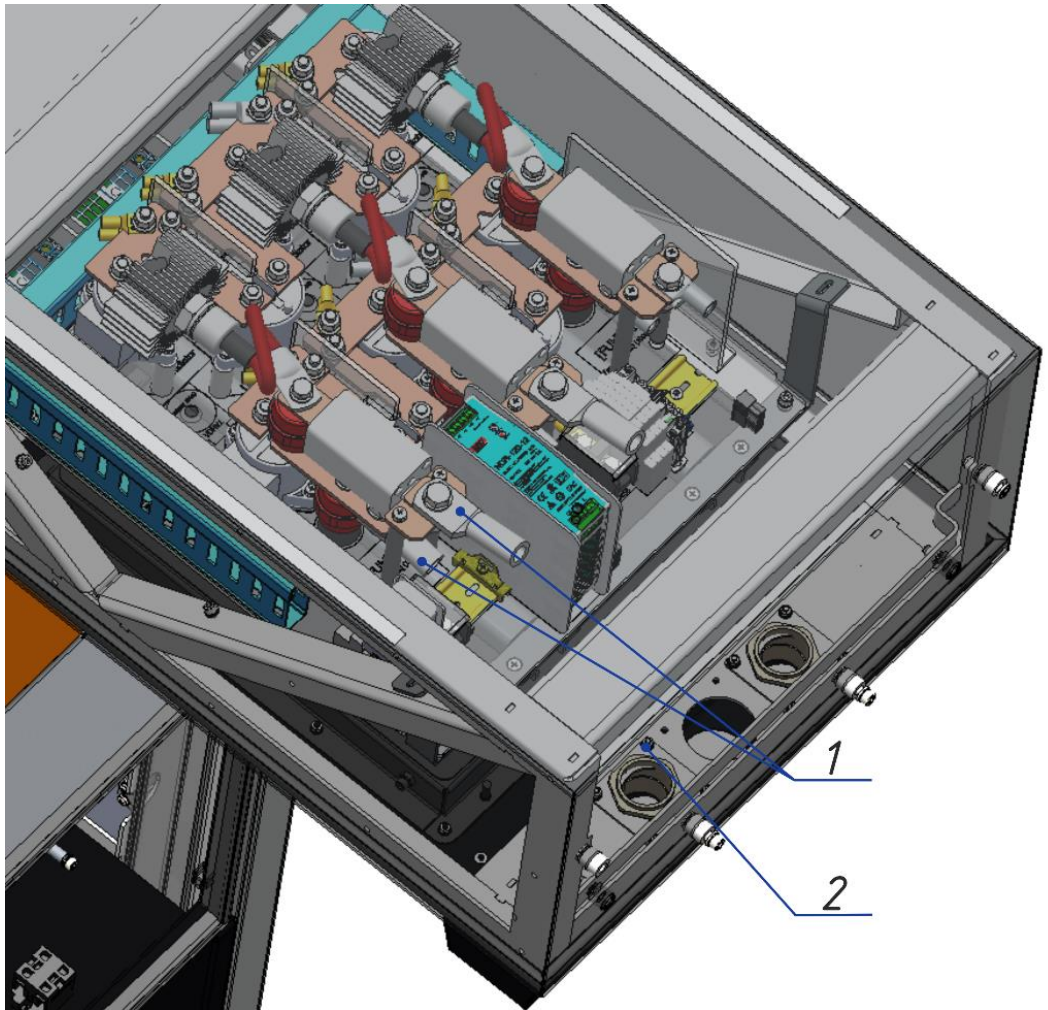

Рисунок 7.9 Підключення кабелю роз'єму
3. Відкрутити вушка троса 1 (Рисунок. 7.9).
5. Відкрутити гайку кабельного вводу 2 (Рисунок. 7.9).
1. Відкрити двері 1-4 зарядної станції (Рисунок 7.9).